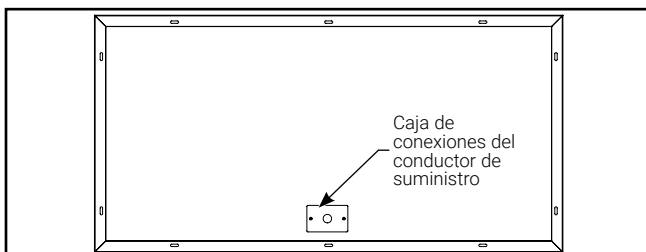

Figura 5.
**Nota:** Se recomienda montar la caja de modo que la caja de conexiones del conductor de suministro esté ubicada en un extremo de la caja. Esto asegurará que haya suficiente espacio libre dentro de la caja para un exceso de conducto de metal flexible. (Figura 5.)